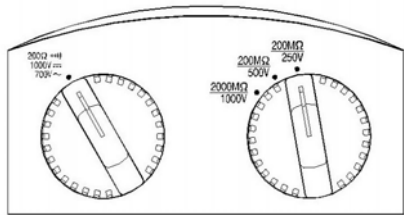
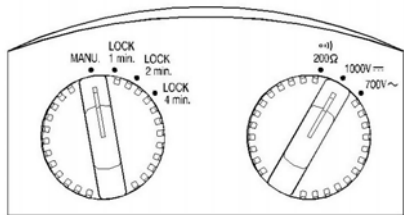

图1
图2
- 本仪表具有声光报警功能，如功能开关和量程开关位置错误(见图1、图2)，仪表内藏报警系统会发出哔哔声(约每两秒一声)，这为仪表提供了更多的保护，以免因误操作损坏仪表。